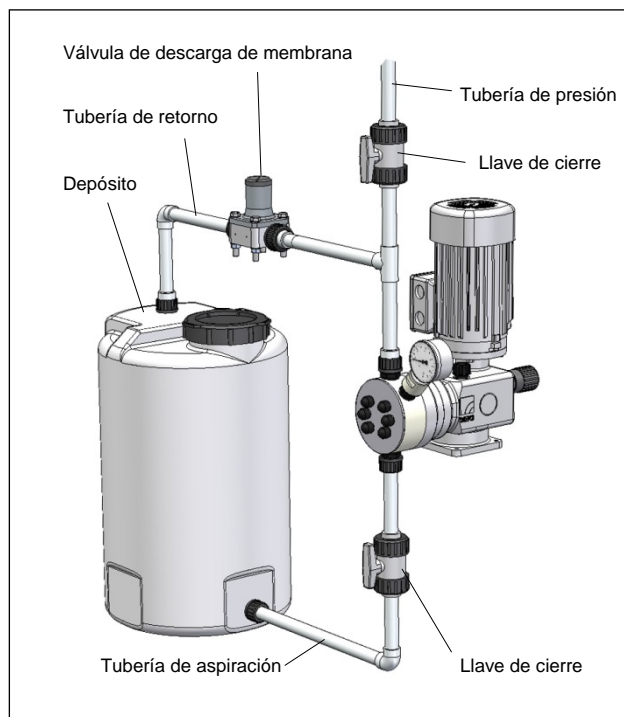

Fig. 20 Sistema con válvula de descarga (externa)
- la tubería debe tener una pendiente determinada y transportar el líquido al depósito (que se encuentra bajo presión atmosférica) o a un canalón de desagüe o evacuación abierto (ver fig. 20).